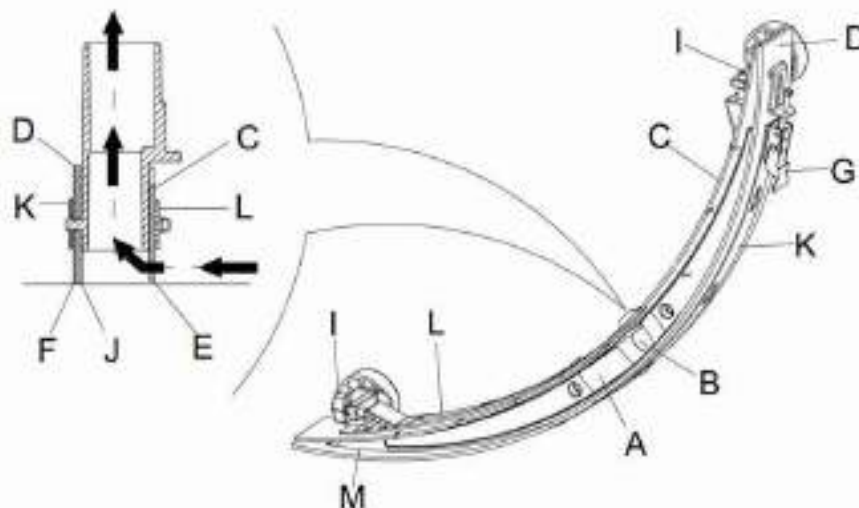

Figure 10
- Appuyez sur l'interrupteur d'alimentation (38) sur la position "O" pour éteindre la machine.
- Dévissez les molettes (16) de la raclette, débranchez le flexible d'aspiration de la raclette puis retirez la raclette.
- Utilisez la poignée de levage de la raclette (14) pour soulever le cadre de support de la raclette.
- Nettoyez la raclette (**Figure 10**). Nettoyez en particulier la rainure (**A, Figure 10**) ainsi que les saletés et les fragments dans le tube d'aspiration. Vérifiez si la bavette avant (C) et la bavette arrière (D) de la raclette sont intactes et s'il n'y a pas de bords usés ou déchirés. Remplacez-les si nécessaire (voir les étapes dans la partie suivante).
- Suivez les méthodes indiquées dans la section précédente pour nettoyer la raclette (**Figure 10**)
- Vérifiez le bord (**E, Figure 10**) de la bavette avant de la raclette et le bord (**F**) de la bavette arrière (**D**) de la raclette. Sur toute la longueur, ils doivent au même niveau. Dans le cas contraire, réglez leurs hauteurs grâce à la procédure suivante.